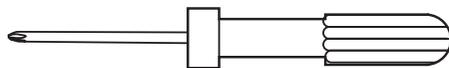

Abb. 9
1. Sie können den Universalschraubendreher (23) entweder als Kreuzschlitz- oder als Schlitzschraubendreher nutzen.
2. Stecken Sie den Werkzeugaufsatz je nach Anwendung in den Handgriff (Abb. 9 und 10).